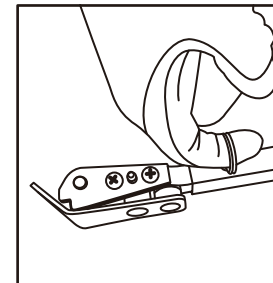

Figure 5
B. Lorsque vous tirez dans les airs ou par le haut, tirez la tige vers l'avant sur l'extension avant (6), faites pivoter de 180 degrés et réinsérez dans le bras de support (5), puis réinstallez la tige (figures 5 et 6). Faites une boucle à l'extrémité du ruban polyligne/mule et fixez l'œil autour de la tige pour ruban polyligne/mule (10) depuis le dessous du cabestan (1). Cela permettra au ruban polyligne/mule de s'accumuler de façon continue sur le cabestan (1). Mettez la perceuse de 18 volts en marche **AVANT** et obtenez un résultat similaire à celui de la plupart des extracteurs classiques.